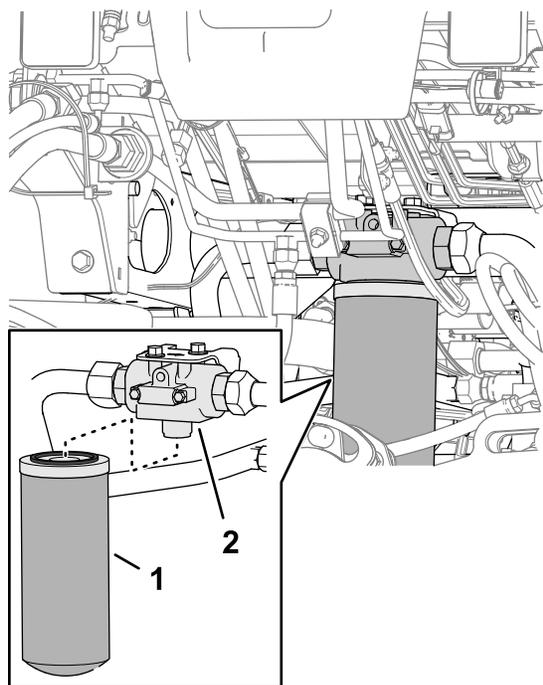

图 114
2. 在机器前面，在回流过滤器下方放置一个放油盘 (图 114)。